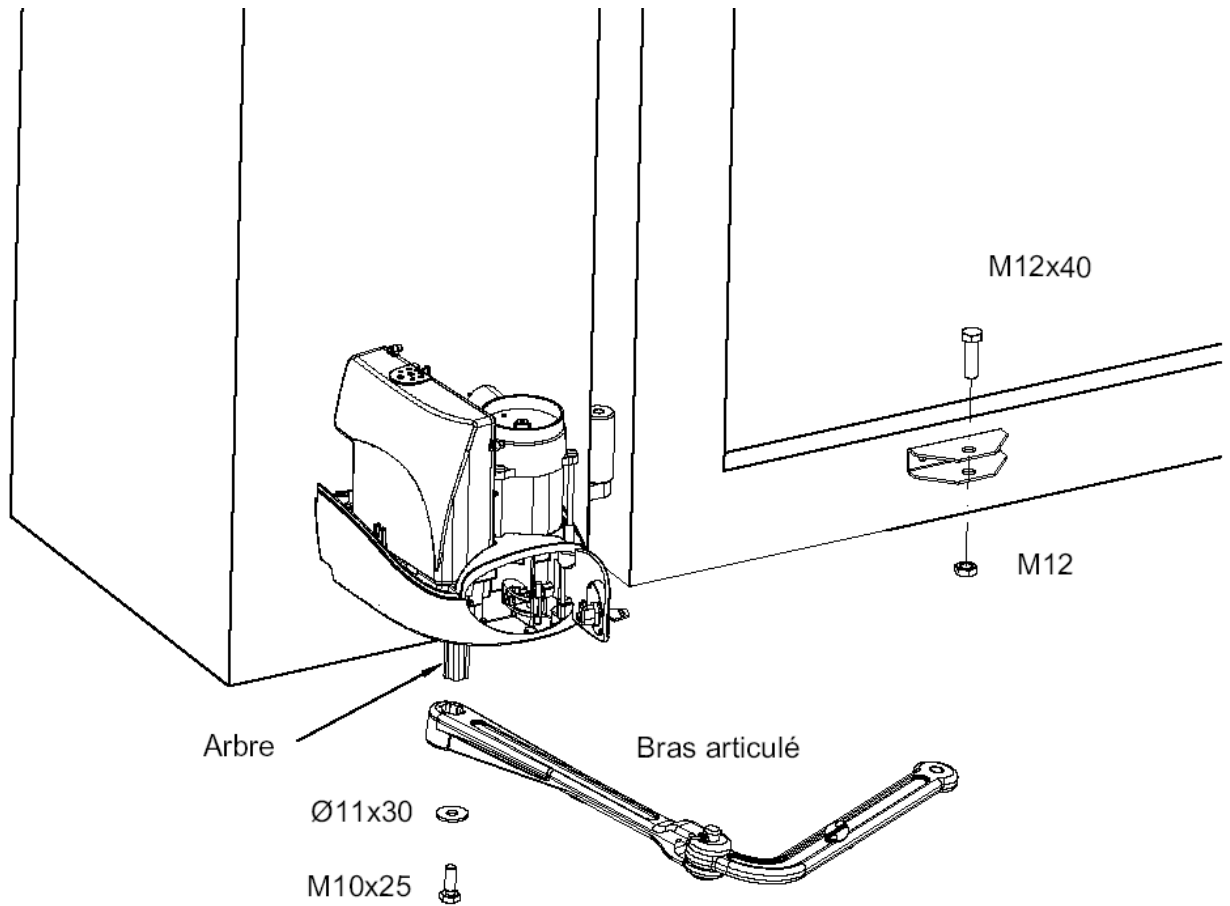

Figure 5
Installation du bras articulé (figures 5, 6, 7)
1. Insérer l'extrémité du bras articulé en faisant correspondre la rainure avec l'arbre de sortie ; placer la rondelle $\varnothing 11 \times 30$ et bloquer le bras avec la vis M10x28, comme indiqué sur la Figure 5.
3. Bloquer l'extrémité libre du bras articulé à l'étrier du portail avec la vis M12x40 et l'écrou correspondant M12, comme indiqué sur la Figure 5.